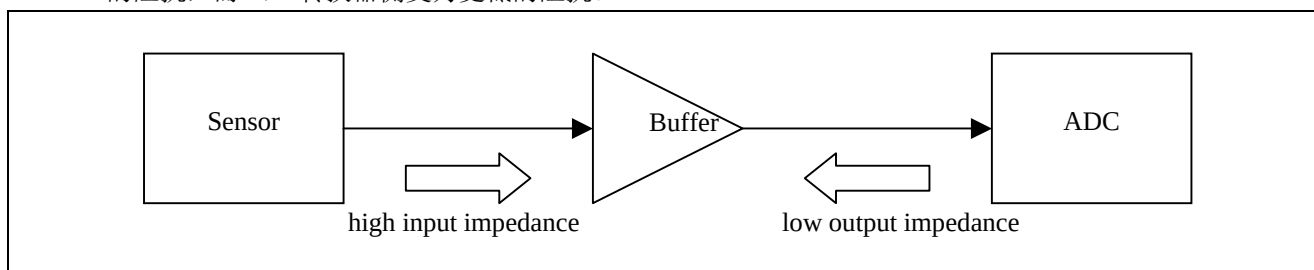

图 14 信号的隔离
- 如图 14 所示，在转换高速模拟信号时，必须插入低阻抗的缓冲器。通过此缓冲器，传感器侧变为更高的阻抗，而 A/D 转换器侧变为更低的阻抗。